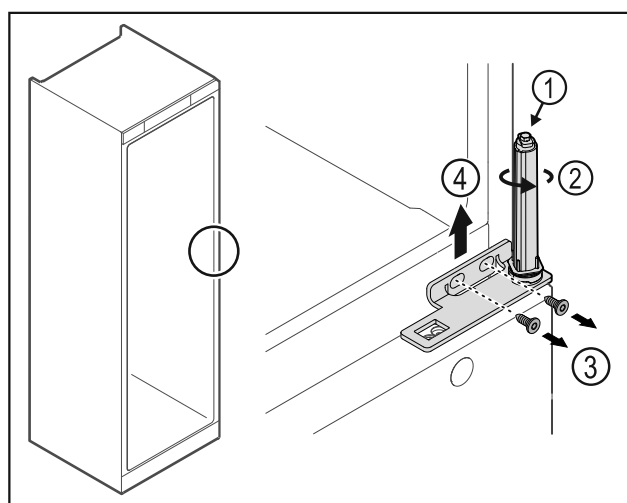

Fig. 26
- ▶ Ne razstavite sistema za zaklepanje vrat Fig. 26 (1).
- ▶ Obračajte zaporni sistem Fig. 26 (2), dokler ne klikne.
- ▶ Odvijte vijake Fig. 26 (3) in kotnik tečaja Fig. 26 (4) snemite v smeri navzgor.